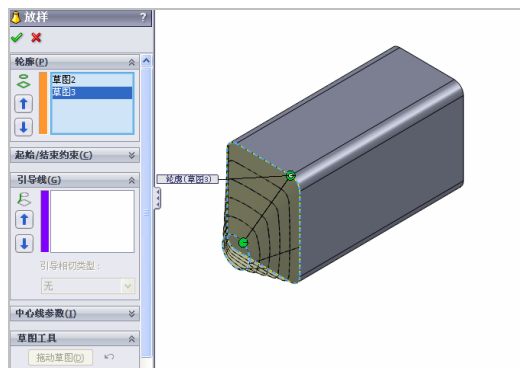

图 16-23 选择相应的草图对象
(8) 单击【放样凸台/基体】按钮，弹出【放样】属性管理器，依次选择草图 2 和草图 3 对象，如图 16-23 所示。